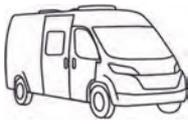

Fig. 74 Dispositivo de cierre en posición de ventilación
- Girar el estribo (Fig. 73,1) hacia delante (Fig. 74).